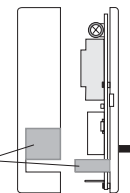

Fig. 5.i
Enlever de la base les parties prévues pour l'acheminement des fils de connexion illustrées dans la fig. 5.i.
- Fixer la base à la paroi (ou boîtier à encastrer), avec 2 vis en utilisant les couples de trous (**A-A, B-B, C-C**) préconfigurés (fig. 5.i).